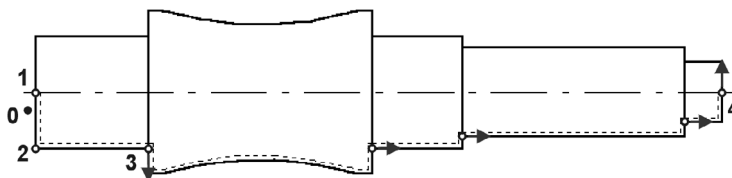

Рис. 40.6. Последовательность формирования контура
- 3.2. В ответ на запрос системы **Укажите точку около первого элемента, включаемого в контур** щелкните курсором левее отрезка 1–2 в точке 0 (рис. 40.6).
Задавая в каждой точке пересечения объектов направления, показанные на рис. 40.6, продолжите формирование контура до тех пор, пока стрелка не окажется в точке 4.